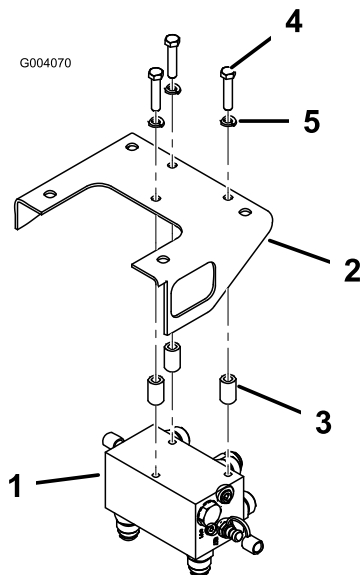

Figura 5
4. Montate il gruppo collettore nella parte inferiore della staffa del collettore con 3 bulloni (3/8 x 1 1/4"), 3 rondelle di bloccaggio (3/8") e 3 distanziali. Posizionate i distanziali tra la staffa del collettore e la parte superiore del collettore. Il collettore deve essere posizionato in modo che i raccordi siano rivolti all'indietro e in basso (Figura 5).